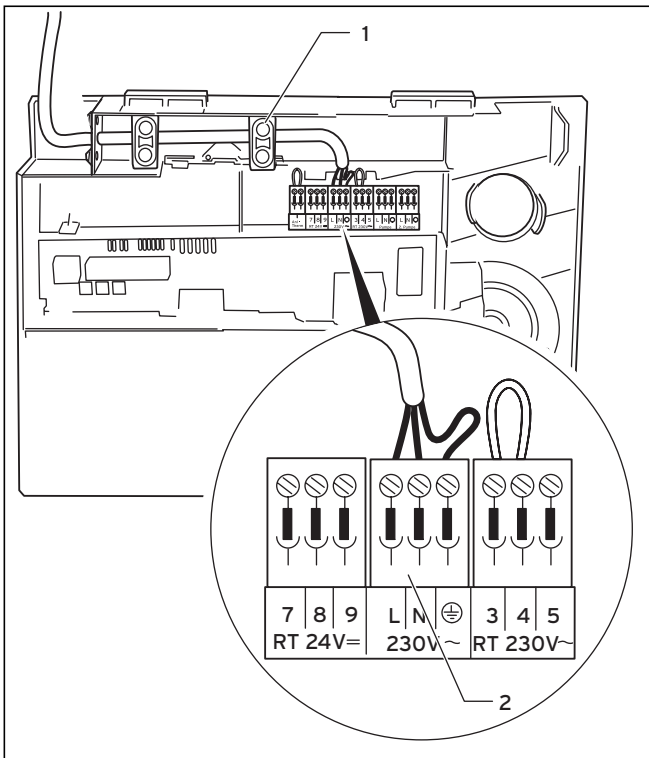

Abb. 5.7 Anschluss der Netzzuleitung
- Sichern Sie die Leitungen mit den Zugentlastungen (**1**, Abb. 5.7).
- Verlegen Sie die Netzzuleitung zur Anschlussebene im Schaltkasten wie in Abbildung 5.7 gezeigt.
- Sichern Sie die Leitungen mit der Zugentlastung (1).
- Klemmen Sie die Netzzuleitung an den dafür vorgesehenen Klemmen ⊕, N und L des System ProE an (2).
- Sichern Sie die Leitungen mit der Zugentlastung (1, Abb. 5.7)